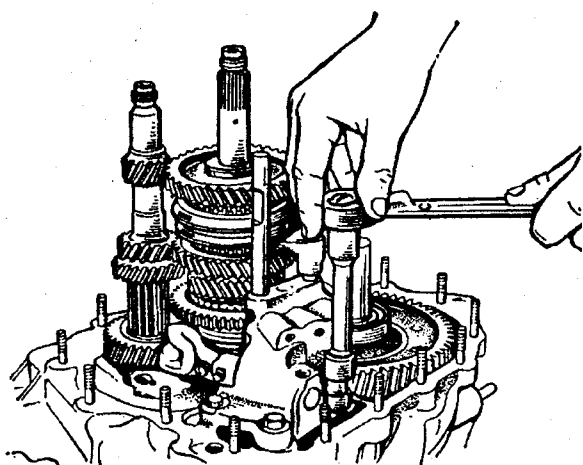

Рис. 3.24. Отворачивание и заворачивание болтов крепления корпуса механизма переключения передач
- вывернуть болты крепления корпуса механизма переключения передач (рис. 3.24);
- закрепите корпус механизма переключения передач на картере сцепления болтами моментом затяжки 18...25 Н·м (1,8...2,5 кгс·м) (рис. 3.24);